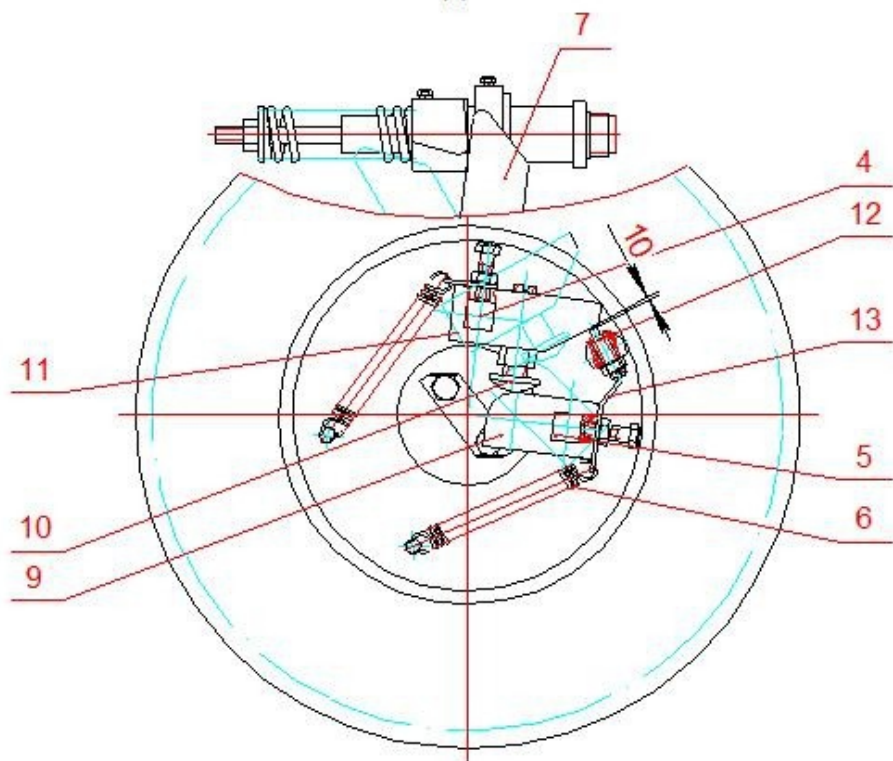

Рис.7 Муфта включения.
1.4.4 Шпоночная муфта включения (рис.7) смонтирована в ступице зубчатого колеса, сидящего на правом конце эксцентрикового вала. Со ступицей зубчатого колеса неподвижно связаны антифрикционные втулки 1, 2 и втулка включения 3, остальные детали соединены с валом. Поворотные шпонки 4 и 5 под воздействием пружин 6, поворачиваются и захватываются полукруглыми пазами втулки включения 3. От поворота их удерживает хвостовик рабочей шпонки 7, который упирается в упор механизма управления. От обратного поворота их удерживает винт 12, он же является и регулировочным, в который упирается рычаг рабочей шпонки 11 при обратном ходе механизма включения. Винтом 10, закрепленным на рычаге рабочей шпонки, обеспечивается регулировка и возможность движения рычага запорной шпонки 9. Движение рычага 9 также осуществляется с помощью пружины 6, закрепленной через зацеп 13. Включение механизма происходит при повороте упора механизма управления по команде от электропедали. Освобождая хвостовик 7, шпонки под действием пружин поворачиваются, соединяя этим самым зубчатое колесо с эксцентриковым валом. При включении и выключении шпонок угол поворота последних ограничивается пазом ведущей втулки 8.